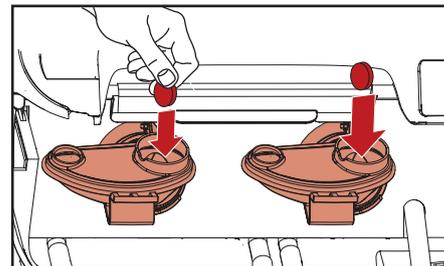

Fig. 5.6 - Inserte las pastillas de limpieza Rinza
4. Inserte una pastilla de limpieza Rinza en los dos recipientes de mezcla (Fig. 5.6).
- h. Inserte una pastilla de limpieza Rinza en los dos recipientes de mezcla (Fig. 5.6).